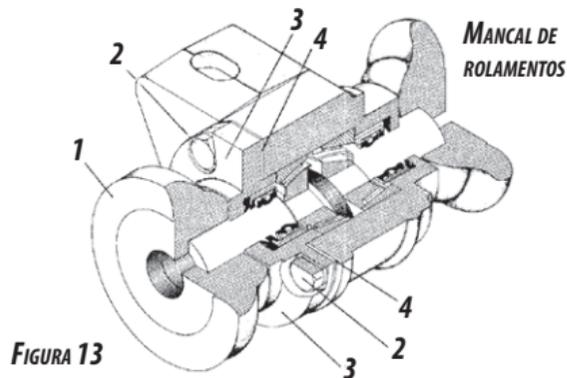

FIGURA 13
- Retirar a arruela item 1 **figura 13**.
- Soltar os parafusos item 2 e retirar a tampa item 3.
- Retirar 1 ou 2 juntas item 4, da tampa do mancal. Recolocar novamente a tampa e reapertá-la.
- Se persistir a folga, pode-se facear a tampa item 3, para aumentar a regulagem, em seguida montar a mesma no mancal com quantas juntas forem necessárias.